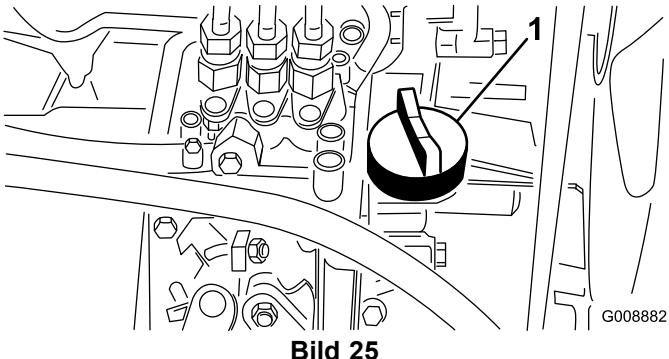

Bild 25
4. Entfernen Sie bei niedrigem Ölstand den Ölfülldeckel (Bild 25), gießen langsam kleinere Ölmengen ein und prüfen den Stand regelmäßig, bis die Voll“-Marke am Peilstab erreicht wird.